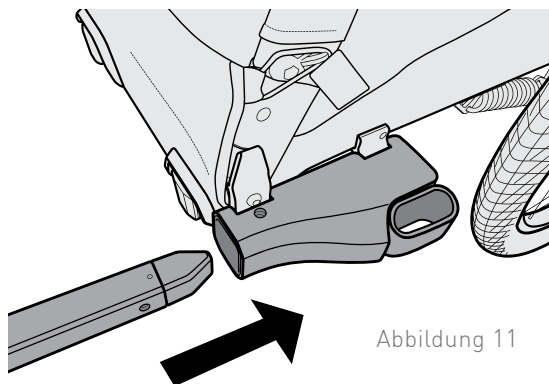

Abbildung 11
1. Schieben Sie die Zugstange in die Schnellaufnahme, bis der Haupt-Sicherungsstift in der Zugstange einrastet (Abbildung 11).